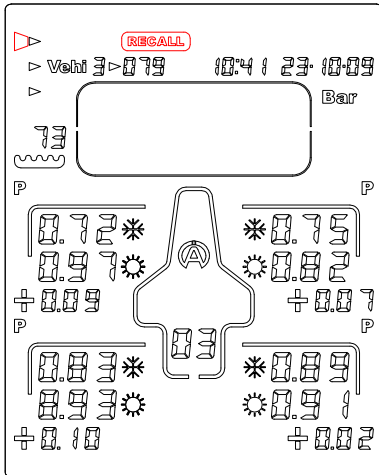

Abbildung 8
- 1) Wählen Sie mit Hilfe der Tasten  das Symbol "**RECALL**" (*Abbildung 8*) aus.